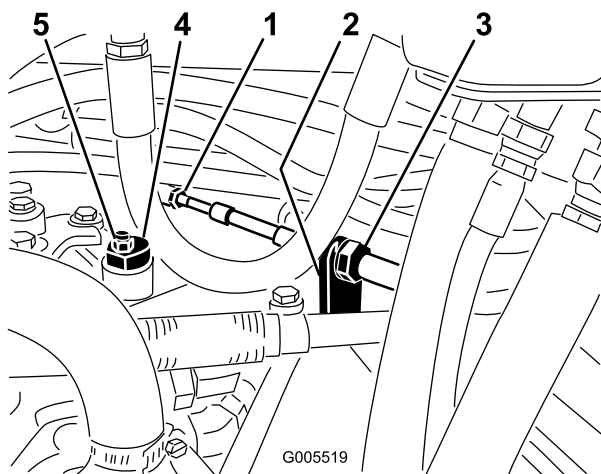

Figura 55
- A. Allentate entrambi i controdadi che fissano il cavo di comando della trazione alla paratia dell'igrostat (Figura 55). Verificate che i controdadi siano ugualmente allentati, in modo sufficiente da consentire la messa a punto.
Nota: Allentate il dado che fissa l'eccentrico alla parte superiore dell'igrostat (Figura 55).
(Figura 55). Verificate la regolazione portando l'acceleratore in posizione Slow e Fast.
- D. Da ambo i lati della piastra serrate in modo uniforme i dadi che fissano il cavo di trazione alla piastra (Figura 55). Non torcete il cavo.